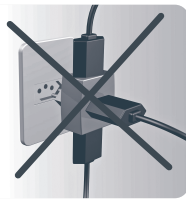

Fig. 12
- 2| Não utilize extensões ou adaptadores para instalação do seu fogão (**Fig.12**).